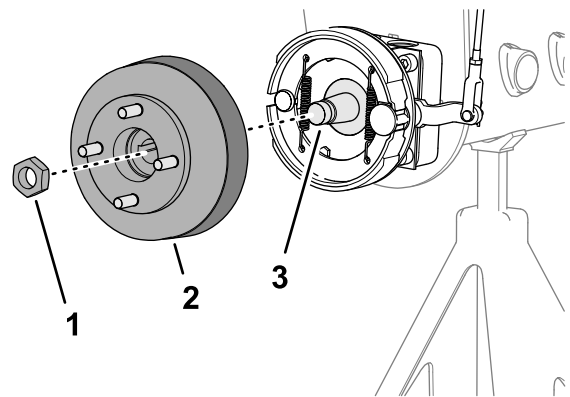
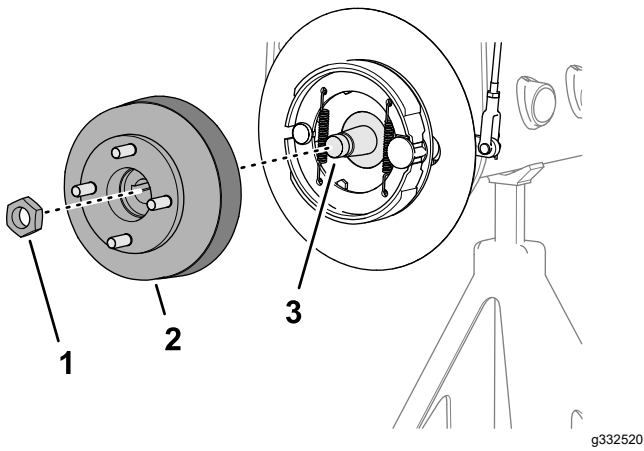

図 86
図 87
3. ホイールハブとブレーキドラムをホイールモータのシャフトに組み付ける図86または図87。